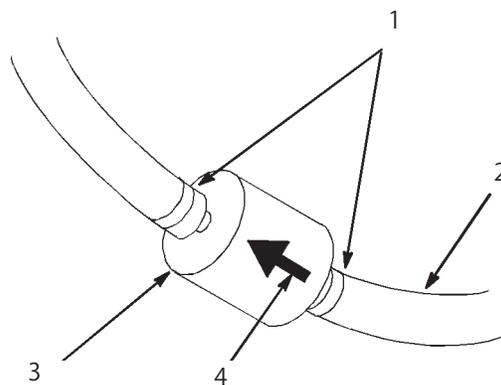

図42
5. 古いフィルタのクランプ（図42）をゆるめて脇に寄せる。
6. ホースからフィルタを抜き取る（図42）。